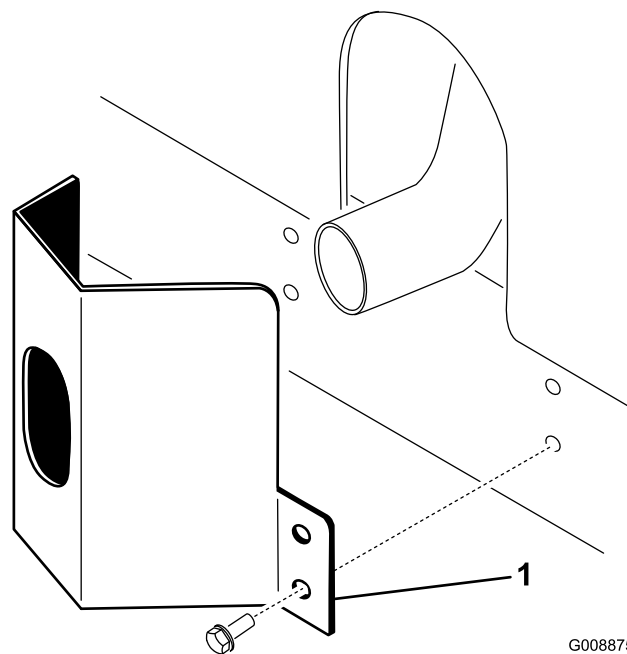

Figura 12
2. Prenda a cobertura do escape ao chassis utilizando 4 parafusos autorroscantes (Figura 12).
1. Coloque a cobertura do escape à volta da panela do escape, enquanto estiver a alinha os orifícios de montagem com os orifícios no chassis (Figura 12).